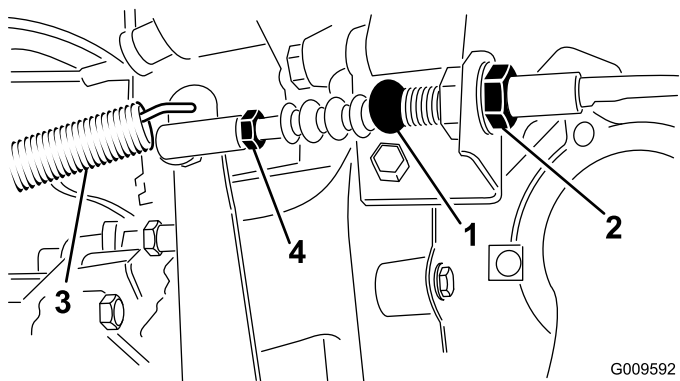

Figura 68
1. Allentate i controdadi che fissano il cavo della frizione alla staffa sul cappuccio del volante (Figura 68).